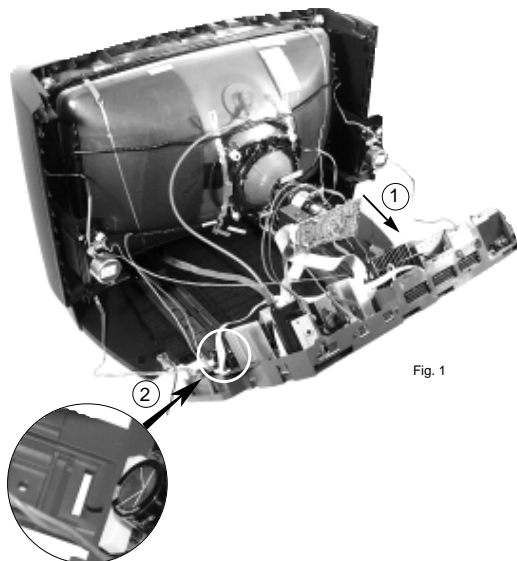

Fig. 1
- 1- Raise lightly the chassis, pull it (1) up to an intermediate position to get free.
- 2- Tip the chassis and insert the small tongue (2) in extremity of the maintain rail to fix the chassis in service position (Fig.1).
- 1- Soulever légèrement le chassis et le tirer (1) jusqu'à une position intermédiaire pour le dégager.
- 2- Basculer le chassis et engager les languettes (2) en extrémité des réglettes de maintien pour fixer le chassis en position de service (Fig.1).
- 2- Kippen Sie das Chassis und hängen es mit den Laschen (2) am Chassisrahmen in die sich am Ende der Führungsschienen befindlichen Ösen (Fig.1) ein.
- 1- Sollevare leggermente il telaio e tirarlo (1) fino ad una posizione intermedia per poterlo estrarre.
- 2- Inclinare e inserire le linguette (2) nelle apposite guide per mantenere il telaio fisso nella posizione service(Fig.1)
- 1- Alzar ligeramente el chasis, y dejarlo en una posición intermedia (1)
- 2- Bascular el chasis e insertar las lengüetas (2) en los extremos, para mantener el chasis fijo en la posición de servicio (Fig. 1).